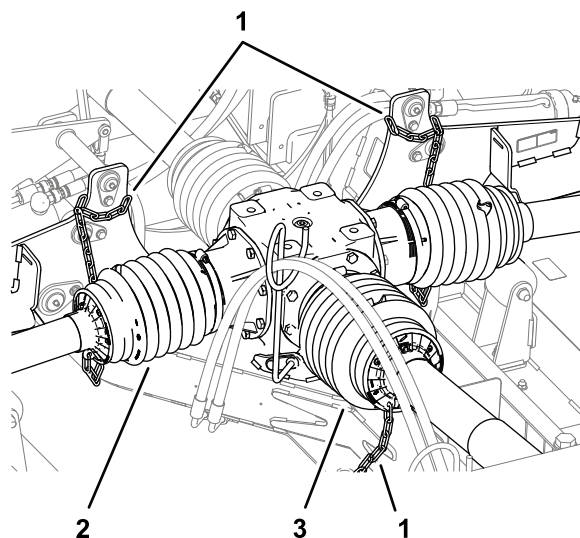
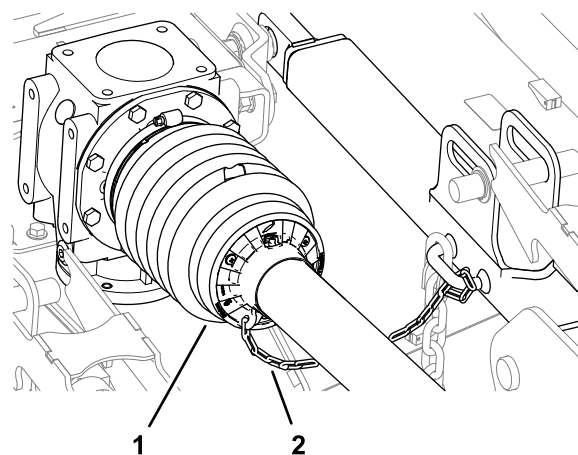

Рисунок 14
Рисунок 15
6. Убедитесь, что ограничительные цепи подсоединены к заднему кожуху вала механизма отбора мощности, кожухам приводных валов и раме газокосилки (Рисунок 14 и Рисунок 15).